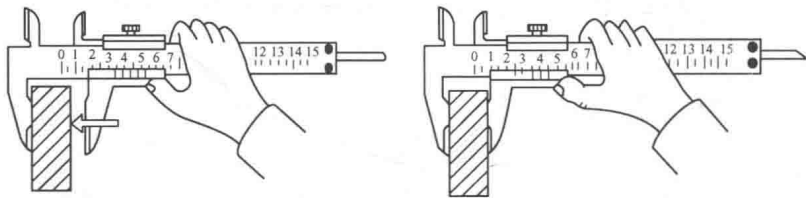

图 1-15 用游标卡尺测量外尺寸
3) 工件外尺寸的测量如图 1-15 所示，具体步骤如下。
① 将尺框向右拉，使外测量爪张开到比被测尺寸稍大的位置。
② 将卡尺的固定测量爪靠在工件的被测表面上，然后慢慢推动尺框，使活动测量爪轻轻地接触到工件的被测表面。
③ 慢慢游动活动测量爪，找出尺寸最小的部位。
④ 拧紧制动螺钉，读出读数。
⑤ 读数之后，要先松开制动螺钉，把活动测量爪移开，再从被测工件上取下卡尺。在活动测量爪还没松开之前，不允许从工件上猛力拉下卡尺。